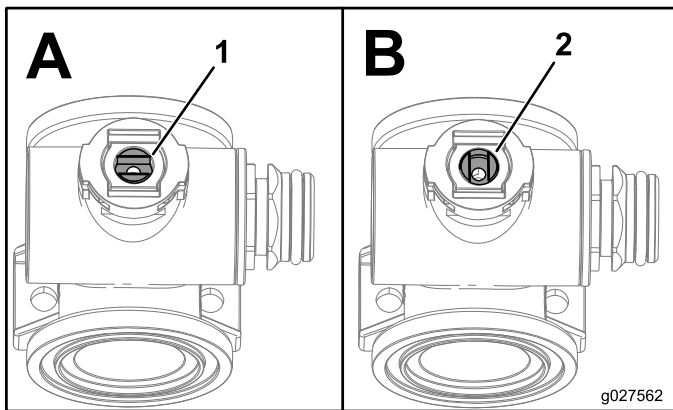

Figure 1
9. Positionnez la tige de la vanne pour la fermer (partie B de la Figure 1).
12. Tournez la tige de la vanne pour placer la bille à la position ouverte (partie A de la Figure 1).